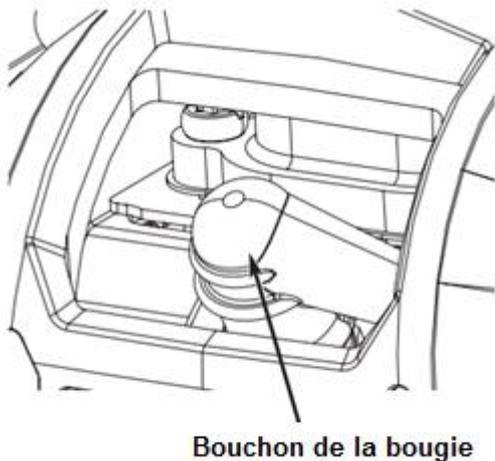

Fig. 14
- 2) Saisissez fermement le capuchon de bougie et retirez-le de la bougie (Fig. 14).